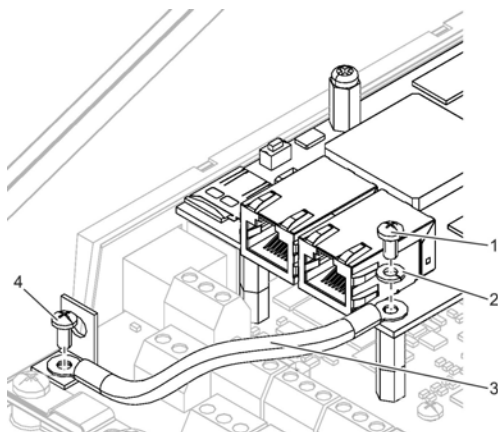

Fig. 10: Fixation du câble de terre
6. ► Fixez le câble de terre (Voir la Fig. 10/3) avec la vis de fixation (Voir la Fig. 10/1) et la rondelle (Voir la Fig. 10/2) sur le module EM-IP.
7. ► Fixez l'autre extrémité du câble de terre (Voir la Fig. 10/3) avec une vis de fixation (Voir la Fig. 10/4) sur la fiche de terre sur le circuit imprimé principal.